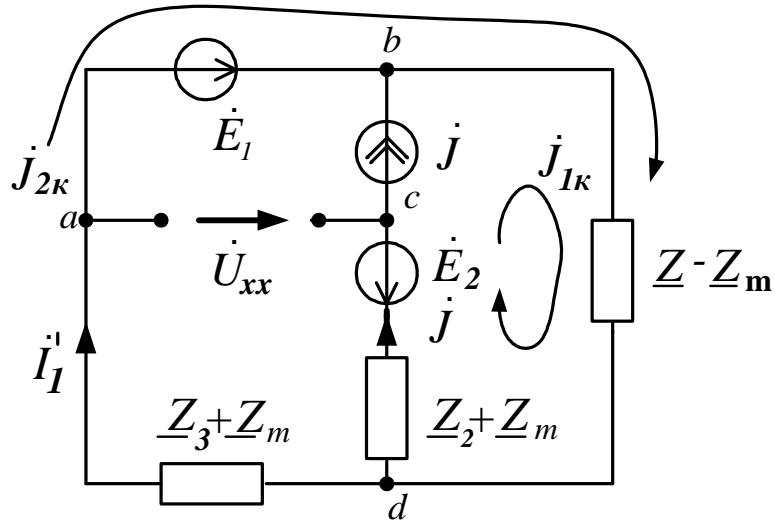

Рис.13. Схема опыта холостого хода
6. Сделаем развязку индуктивной связи и определим ток \dot{I}_5 в сопротивлении $2R$ методом эквивалентного генератора. На рис.13 представлена схема опыта холостого хода с развязкой индуктивной связи при подключении индуктивностей к узлу с разноименными зажимами.
Ток \dot{I}'_1 определим методом контурных токов (рис.13):